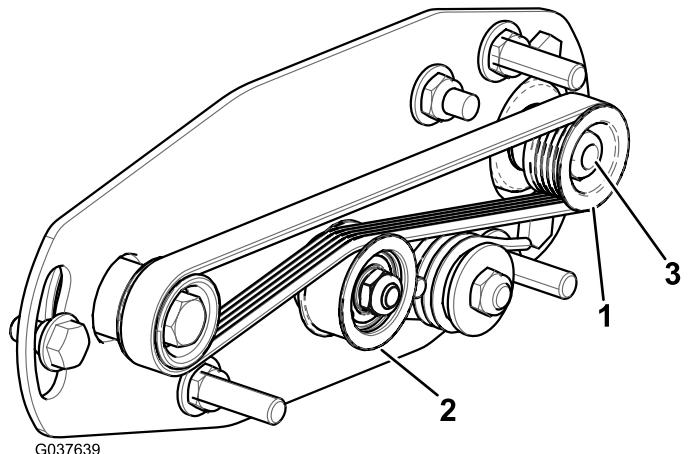
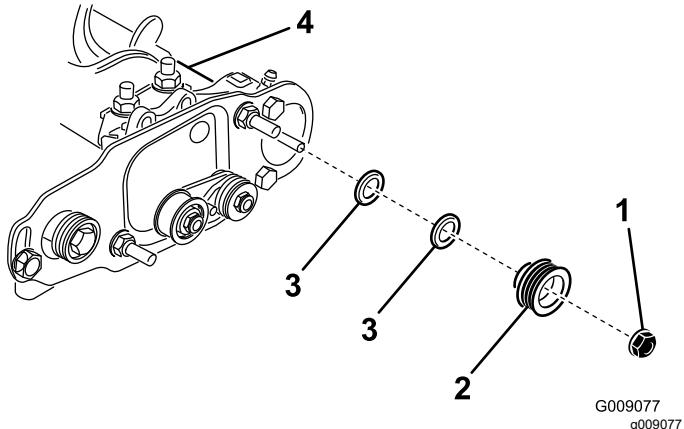

Figure 24
Figure 25
1. La poulie menée (au niveau de l'arbre de la brosse) peut bouger vers l'intérieur ou l'extérieur (Figure 24).
2. Tout en tournant le cylindre, ce qui entraîne la poulie d' entraînement, déchaussez la courroie de la poulie (Figure 24).
3. Retirez le contre-écrou qui fixe la poulie menée à l'arbre de la brosse (Figure 24 ou Figure 25).
- Déposez la poulie menée de l'arbre (Figure 25).
- S'il est nécessaire de déplacer la poulie vers l'extérieur, ajoutez une rondelle de 0,8 mm d'épaisseur (Figure 25).
- Montez la poulie, comme montré à la Figure 25.